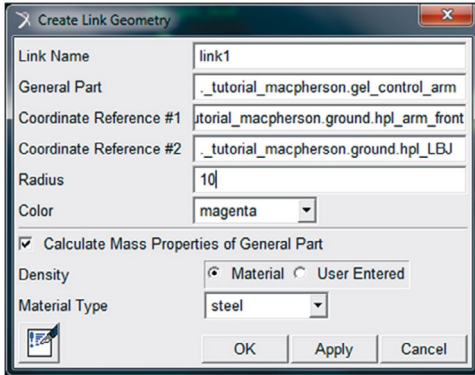

Figura 4.19 – Criação do *Link 1*.
- A janela *Create Link Geometry* será aberta e deverá ser preenchida conforme ilustrado na Figura 4.19. Observe que o item para recalcular as propriedades de massa do *General Part* deve estar ativado caso o usuário deseje atualizar os dados de propriedades de massa inseridos na Etapa 5.